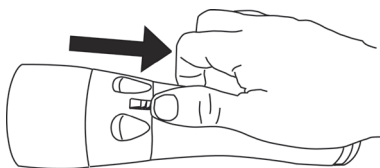

Fig. 14 - Inserimento del pulsante di blocco accensione nella posizione DN
- Durante il trasporto o nel periodo di non utilizzo dell'illuminatore la ghiera d'accensione deve essere posizionata nella posizione di blocco chiusa. Per poter effettuare tale operazione è necessario azionare il pulsante di blocco posto sulla ghiera stessa (Fig. 14).